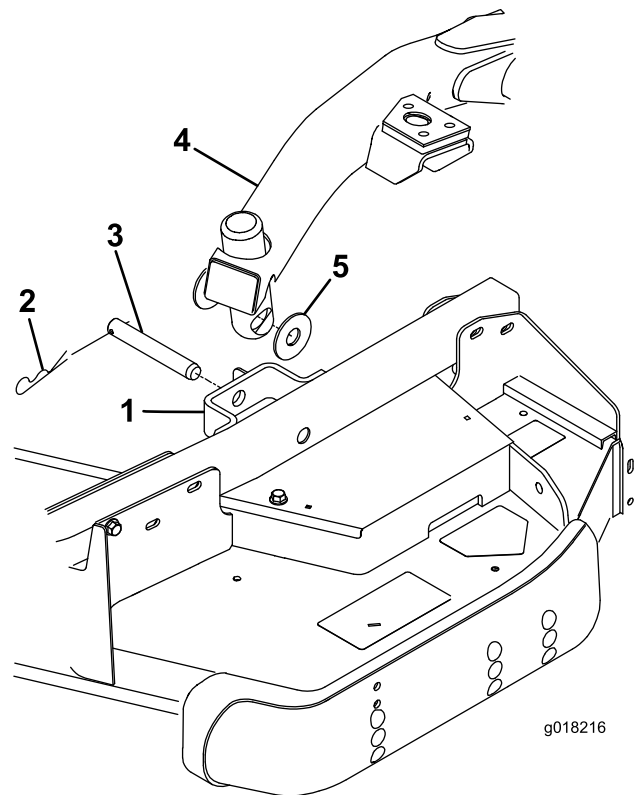

Bild 5
Setzen Sie die Druckscheiben zwischen den Hubarm und die Halterung des Laufradarms (Bild 5) und setzen Sie das Ende des Splints in die Nase des Laufradarms ein, um den Splint zu befestigen.
- Entfernen Sie die zwei Druckscheiben, den Lastösenbolzen und Splint aus der Halterung jedes Laufradarms am Mähwerk (Bild 5).
- Drücken Sie den Hubhebel nach vorne in die SCHWEBE-Stellung. Drücken Sie einen Hubarm nach unten, bis die Löcher im Hubarm mit den Löchern in der Laufradarm-Halterung ausgefluchtet sind (Bild 5).